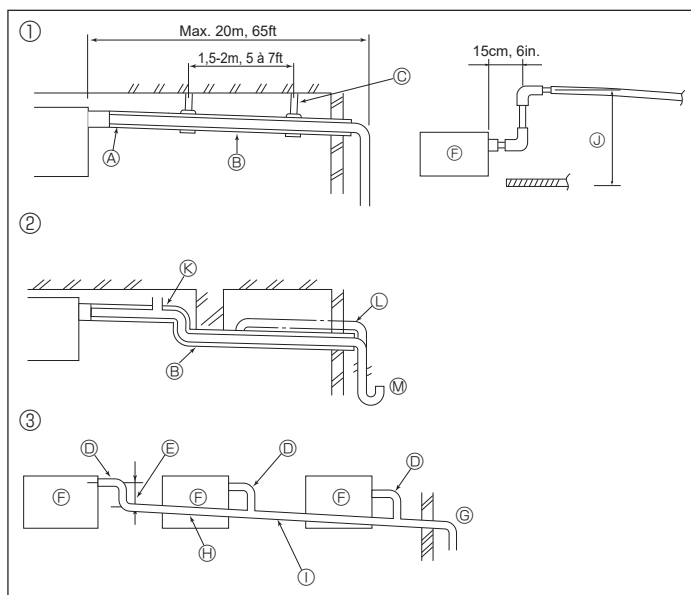

Fig. 4-1
4.1. Mise en place du tuyau d'écoulement (Fig. 4-1)
- ① Tuyauterie correcte
- ② Tuyauterie incorrecte
- ③ Mise en place groupée des tuyaux